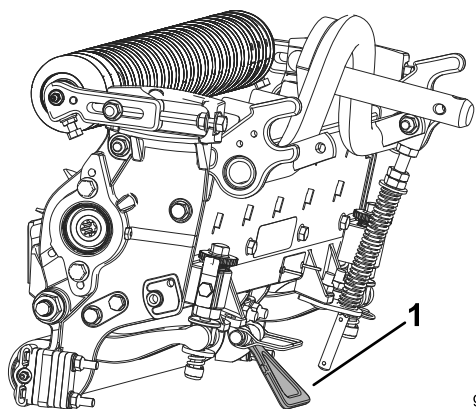

图9
**重要事项** 确保底刀架调整螺丝后端的螺母不接触工作表面 图9。